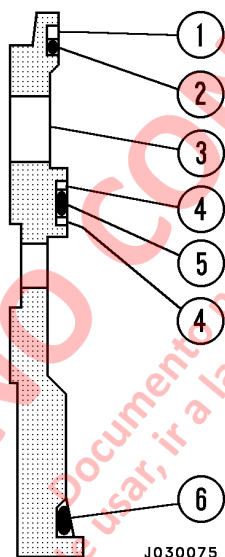

FIGURA 3-7. INSTALACIÓN DEL SELLO DE LA CAMISA
1. Instale el O-ring (2, Figura 3-7) en la ranura más pequeña (en la parte superior) de la camisa del regulador (3). Instale el O-ring (5) en la ranura del centro de la camisa del regulador. Instale el O-ring (6) en la ranura más grande (en la parte inferior) de la camisa del regulador.
2. Instale el anillo de respaldo de nailon dividido (4) en cada lado del O-ring (5) ubicado en el medio de la camisa del regulador.
3. Instale un anillo de respaldo de nailon dividido detrás del O-ring (2) ubicado en la parte superior de la camisa. (Este O-ring es el más pequeño de los tres O-rings). Coloque el anillo de respaldo junto a la parte superior de la camisa del regulador. La parte superior de la camisa es el extremo con el diámetro externo más pequeño.